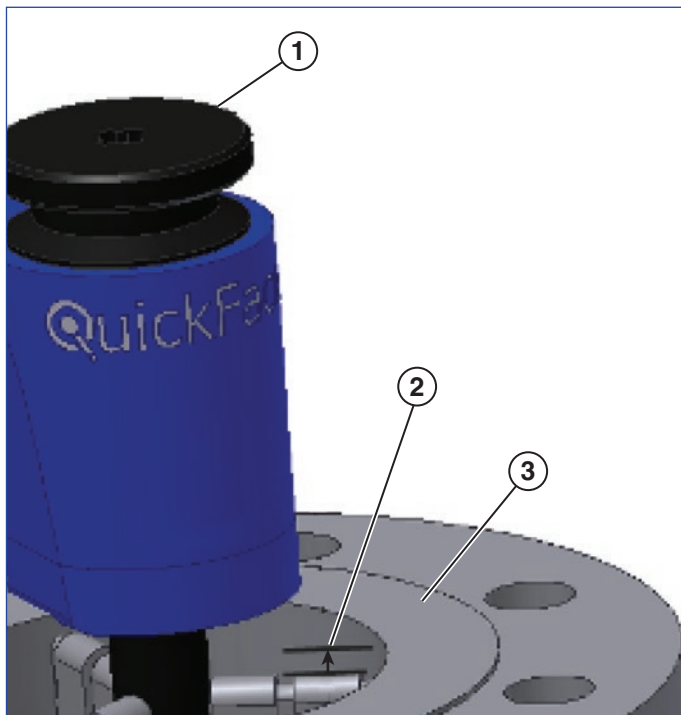

Figuur 9
7. Deze instelschroeven zijn voorzien van messing koppen. Draai aan de snijdiepte-instelknop om de beitelhouder in de ingetrokken positie te plaatsen (*zie figuur 9*).